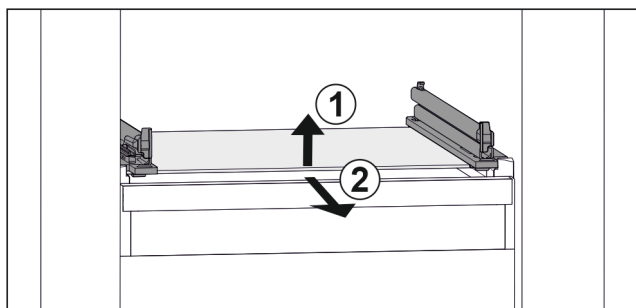

Fig. 34 Przykładowa prezentacja płyty szklanej
- ▶ Unieść płytę szklaną z przodu. Fig. 34 (1)
- ▶ Wyjąć płytę szklaną do przodu. Fig. 34 (2)